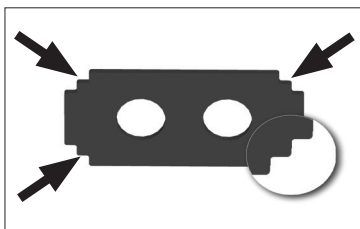
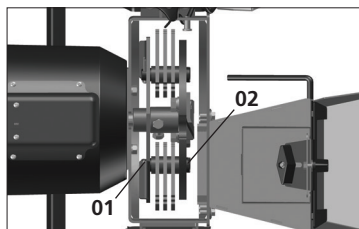

Fig. 23
Fig. 24
Los martillos móviles de los trituradores tienen 4 caras dentadas utilizables [Fig. 23]. Cambie la posición de uso siempre que observe desgaste y cambie los martillos cuando las 4 caras estén gastadas. Para invertir el lado de uso, saque las chavetas de los ejes (1) y saque los ejes (2) por el embudo para productos verdes en los modelos TRE30, TRE40MA, TR40 y TRE40 o por la tapa de cierre (modelo TR50). Después, cambie el lado de uso de los martillos [Fig. 24]. Siempre que retire alguna de las chavetas (1), no las reutilice, cámbielas por otras nuevas, para evitar accidentes.